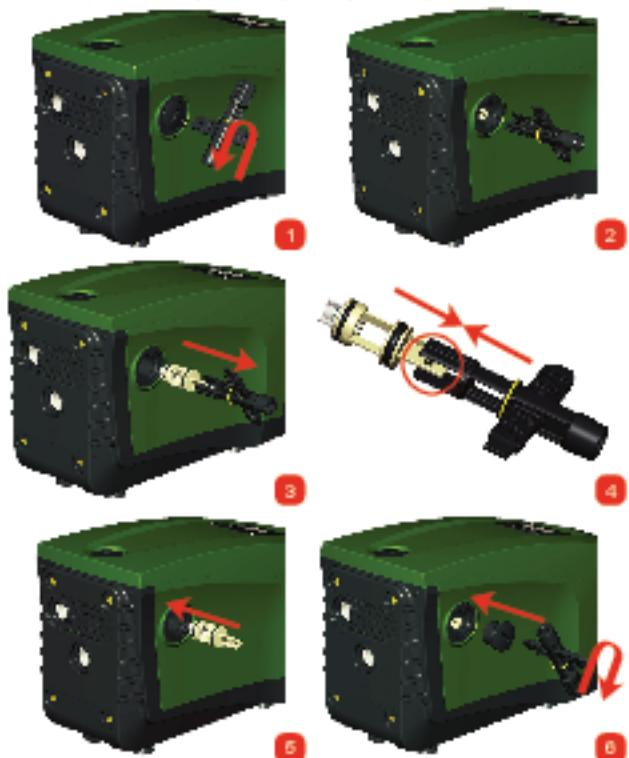

Рисунок 28
- 1 - снимите пробку доступа к клапану (Рис. 28);
- 2 - вставьте крестообразный дополнительный ключ, концом "F" (пар. 10.1) так, чтобы захватить язычок с отверстием при помощи защелков с защелками (Рис. 28);
- 3 - извлечь без вращения: эта операция может потребовать приложить некоторое усилие. Вынимается наружу картридж, который также несет с собой клапан для проведения текоболужинания. Картридж остается на ключе (Рис. 28);
- 4 - отсоедините картридж от ключа: нажатием друг против друга защелки с обождаются, после этого можно вынуть обой картридж (Рис. 28);
риджа без возможности открытия (Рис. 28);
- 1 - Снимите защитную крышку вала двигателя, как показано на Рис.28;